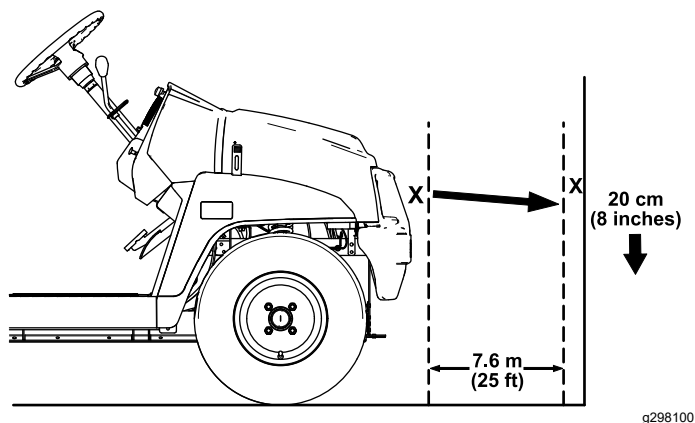

Figura 42
1. Aparque la máquina en una superficie nivelada con los faros a unos 7.5 m (25') de una pared (Figura 42).
La parte más brillante del haz del faro debe estar a 20 cm (8") por debajo de la señal hecha en la pared (Figura 42).